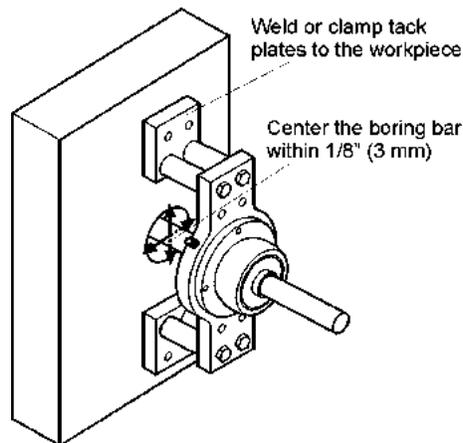

FIGURE 14 - FIXATION DES PLAQUES DE POINTAGE SUR LA PIÈCE A USINER
1. Fixez les supports de palier et les plaques de pointage sur la pièce à usiner avec des pinces ou par soudure par points comme indiqué à la Figure 14.